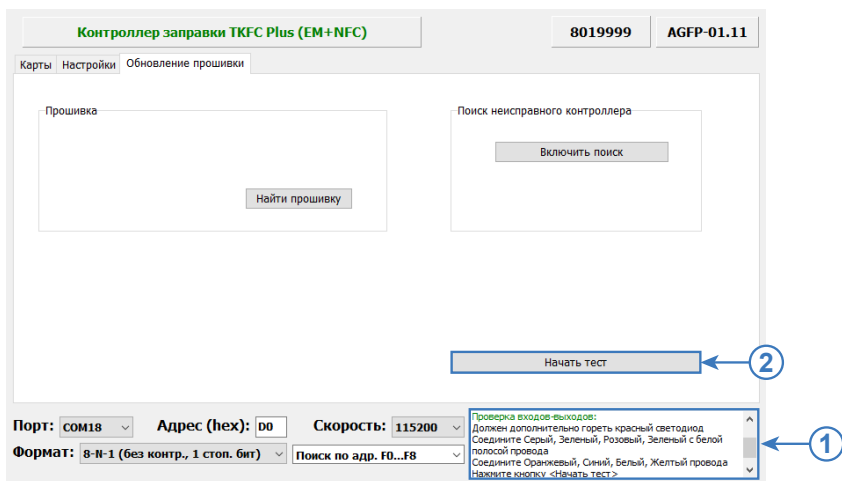

Рис.41. Тест входов и выходов
- Выполнить действия согласно инструкции, которая появится в окне состояния (**Рис.41, п.1**):
- Нажать кнопку «Начать тест» (**Рис.41, п.2**).
- Программа выполнит проверку входов и выходов и в случае неисправности отобразит ошибки в окне состояния (**Рис.41, п.1**).